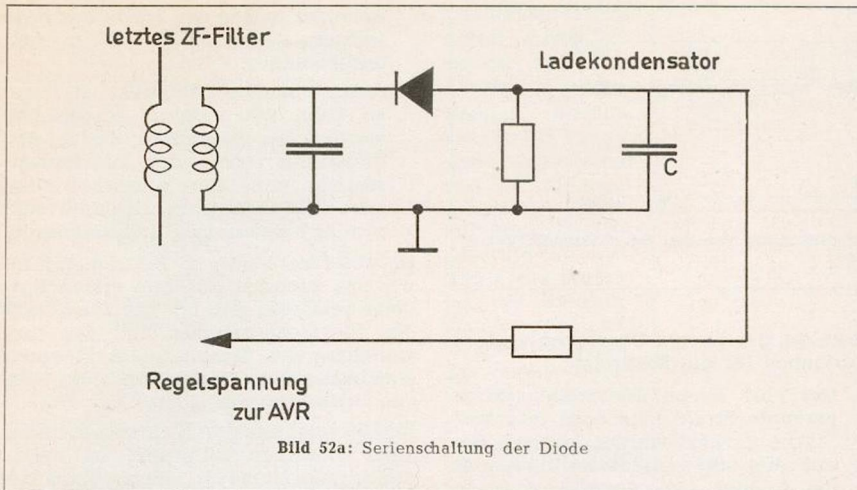

Bild 52a: Serienschaltung der Diode
- a) die Serienschaltung wie im Bild 52a und b) die Parallelschaltung der Regelspannungsdioden wie im Bild 52b.